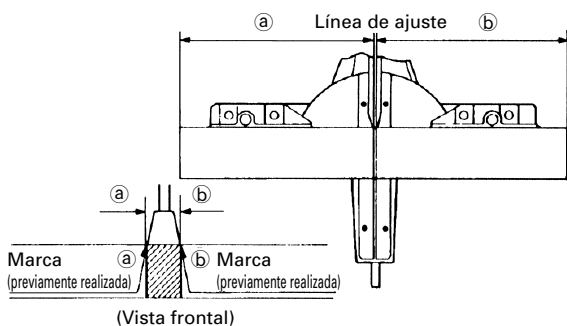

Fig. 26
- (1) Como se muestra en la Fig. 26, la anchura de la hoja de sierra es la de corte. Por lo tanto, deslice la pieza de trabajo hacia la derecha (vista desde la posición del operador) cuando desee la longitud **b**, o hacia la izquierda cuando desee la longitud **a**. Si se utiliza un marcador láser, alinee la línea de láser con el lado derecho de la hoja de sierra, y luego alinee la línea de tinta con la línea de láser.
- (2) Cuando la hoja de sierra haya alcanzado la velocidad máxima, empuje cuidadosamente hacia abajo la empuñadura hasta que la hoja de sierra se acerque a la pieza de trabajo.
- (3) Cuando la hoja de sierra haya entrado en contacto con la pieza de trabajo, empuje gradualmente hacia abajo la empuñadura para cortar dicha pieza.
- (4) Después de haber cortado la pieza de trabajo con la profundidad deseada, desconecte la alimentación de la herramienta eléctrica y deje que la hoja de sierra se pare completamente antes de levantar la empuñadura de la pieza de trabajo para devolverla a su posición de completamente retraída.